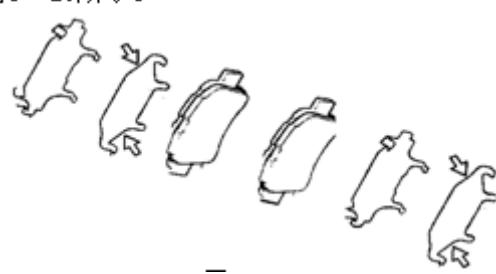

图 3—20
- (1) 在每片消音垫片的两侧涂盘式制动润滑脂，如图3—20所示。
- (1) 用2个螺栓安装前盘式制动分泵，如图3—21所示。拧紧力矩： $34N \cdot m$ 。
- (2) 用空心螺栓安装新垫片和软管，拧紧力矩： $30 N \cdot m$ 。注意：要将软管可靠地紧固在制动分泵的锁止孔内。